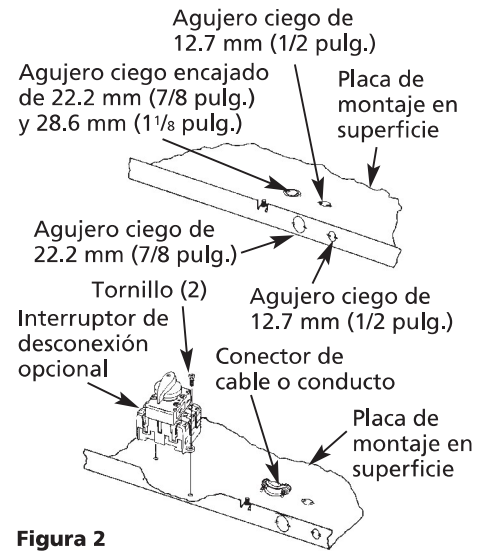

Figura 2
5. Instale el interruptor de desconexión opcional 2YU45 (si es necesario) como se muestra en la Figura 2. Consulte el manual de instalación del accesorio para ver cómo se conecta correctamente.